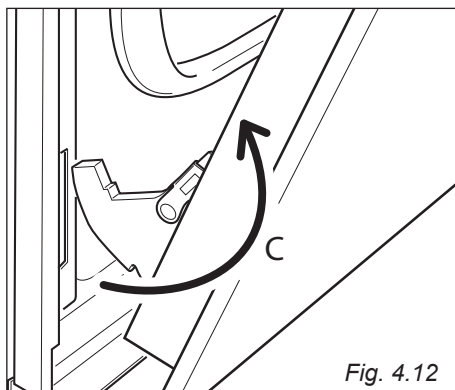

Fig. 4.12
- Estrarre i ganci delle cerniere (destra e sinistra) dal loro alloggiamento (freccia "C" - fig. 4.12).